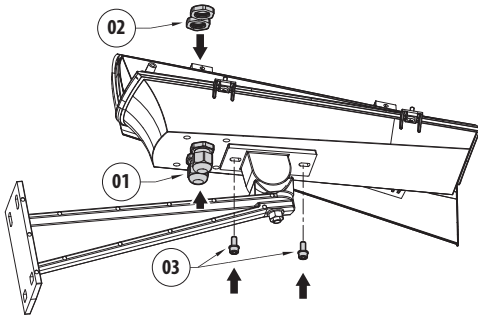

Fig. 04
Befestigen Sie die Kabelschellen (Fig. 04, Seite 7) in die angegebene Richtung (01), wobei darauf zu achten ist, dass die Muttern (02) fest angezogen werden. Befestigen Sie das Gehäuse an Halterung mit den 2 -mit der Halterung gelieferten- Schrauben (03). Fügen Sie etwas Schraubensicherungskleber auf die Schraubenlöcher (wie Loctite 243). Die Kabelschellen sind für Kabeldurchmesser von 5 bis 10mm geeignet.